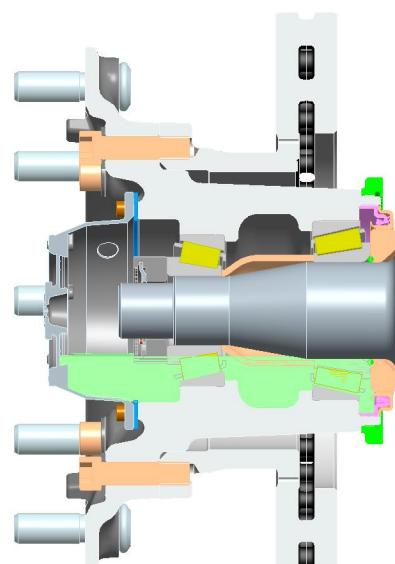

图 8
- (3) 单边轮毂加注齿轮油 500—600ml, 装好加油螺塞。图 8 待油稳定下来后，通过轮毂盖上